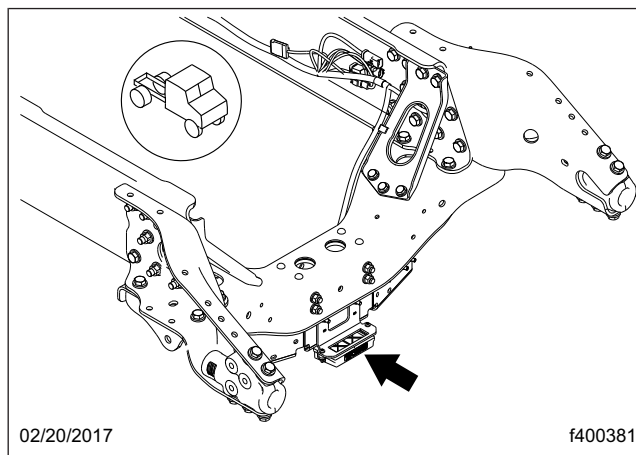

Fig. 5, Récepteur du module ECU du système TPMS
28. Déconnectez le faisceau de câblage et le câble d'antenne du récepteur du module ECU du système TPMS. Reportez-vous à la **figure 5**.